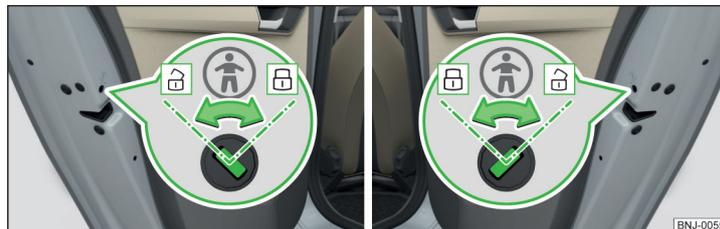

Abb. 35 Hintertür: Kindersicherung ein- / ausschalten
- Zum **Einschalten** die Sicherung mit dem Fahrzeugschlüssel in die Position  drehen » Abb. 35.